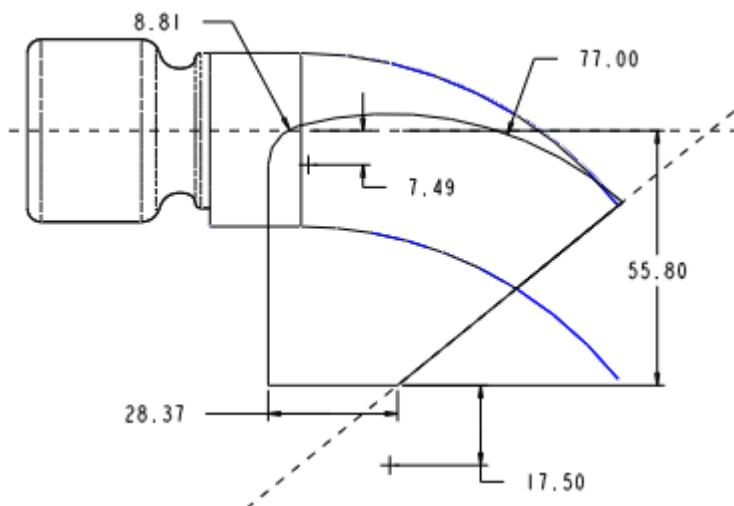

图 40-21
- (2) 选择 FRONT 基准平面为草绘平面, 单击该对话框中的【草绘】按钮, 系统进入草绘工作环境。
- (3) 绘制如图 40-21 所示的截面。